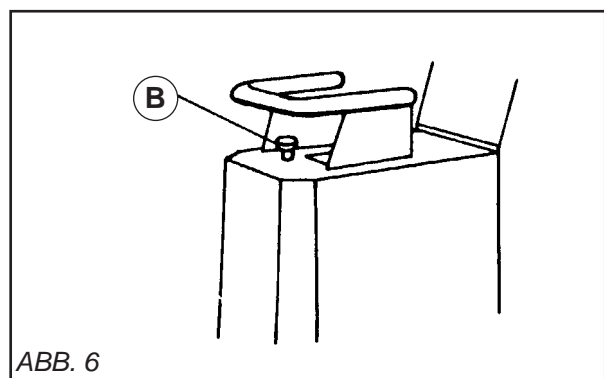

ABB. 6
- Über die Öffnung Wasser in den Tank gießen (Inhalt: 22 Liter). Die austretende Wassermenge wird über den Rändelknopf (B) eingestellt. (Siehe Abb. 6)